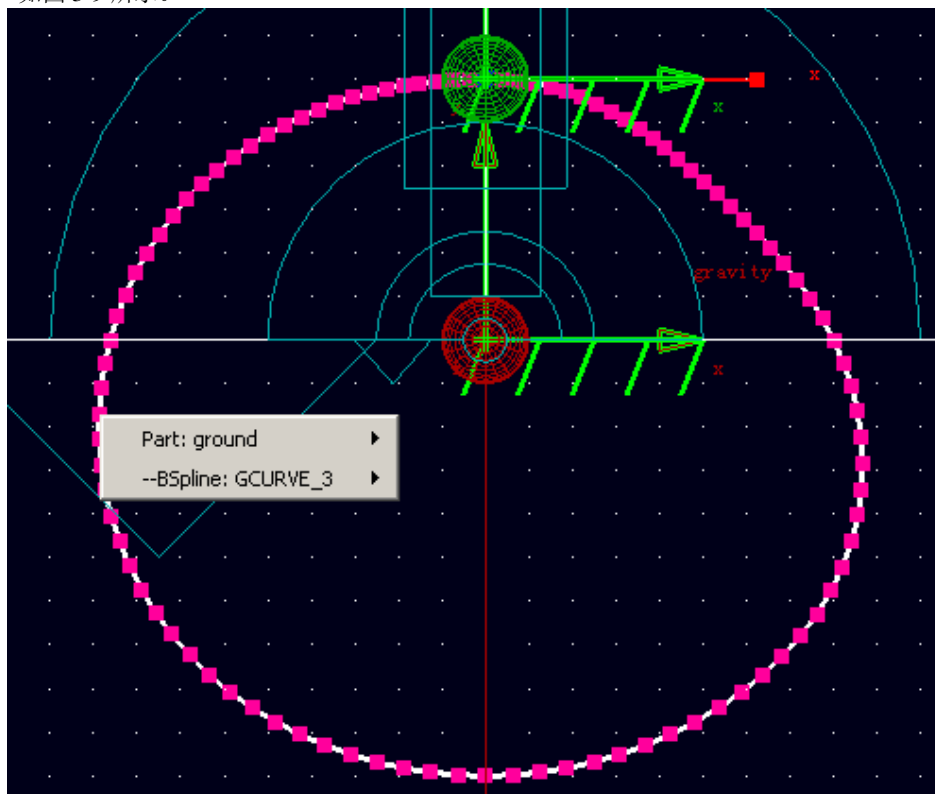

图 3-9 凸轮的轮廓曲线
3.10 在 ADAMS/View 菜单栏中，选择 Revive 下拉菜单中的 Create Trace Spline 命令，然后用鼠标左键点击球体 (PART\_3),接着在原地右击鼠标，在弹出的 Select 对话框中选择 PART\_3.cm, 之后点击对话框左下角的“OK”按钮，最后用鼠标左键点击机架 (ground)，凸轮的轨迹曲线 (BSpline: GCURVE\_3) 如图 3-9 所示。